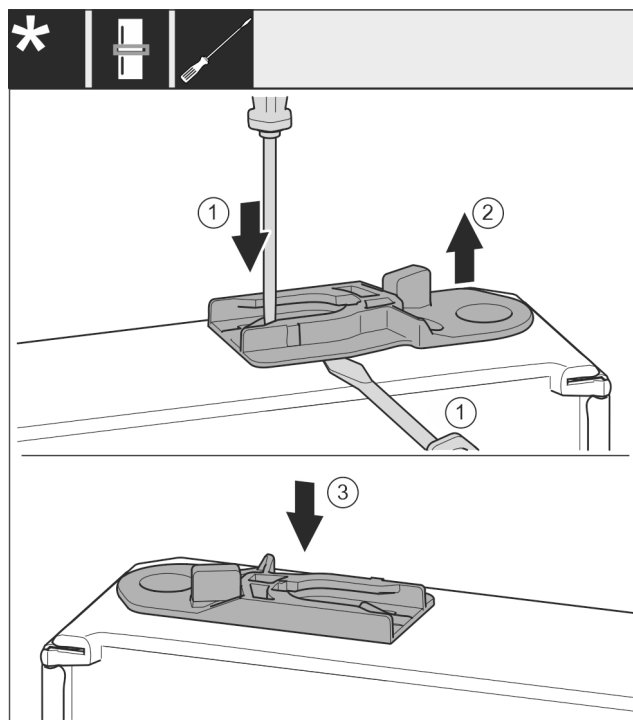

Fig. 38 \*
- Geleidingsbus eruit trekken: Lip met de sleufschroevendraaier indrukken en gelijktijdig de sleufschroevendraaier onder de geleidingsbus plaatsen. *Fig. 38 (1, 2)\**
- De bij de levering geleverde geleidingsbus op de andere zijde van de behuizing aanbrengen. *Fig. 38 (3)\**